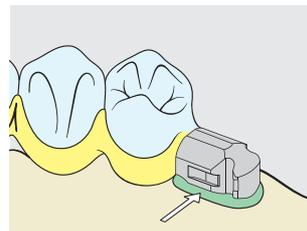

Fig. 6
**Remarque:** Pour éviter un endommagement de la partie fonctionnelle de la partie femelle, il faut mettre en place l'axe de transfert (n° de comm. 07000042) à titre de protection. Les surfaces de collage doivent être soigneusement nettoyées au jet de vapeur et ne doivent plus être touchées. Avant l'intégration de la partie femelle par collage, enduire l'intérieur de la partie femelle d'un peu de vaseline afin de la protéger contre l'irruption de colle (fig. 6). Appliquer l'adhésif en couche fine sur les deux surfaces de collage sans inclure de bulles d'air et réaliser l'assemblage. Veuillez consulter les indications prescrites dans le mode d'emploi fourni par le fabricant de l'adhésif.
Pour renforcer la tenue dans la résine prothétique, nous conseillons de sabler la surface externe à l'aide d'  $Al_2O_3$  de 50  $\mu m$  (protéger les zones fonctionnelles avec l'axe de transfert), de bien nettoyer la surface sablée et de ne plus la toucher. Avant l'intégration dans le corps prothétique, il est conseillé de protéger l'intérieur de cette partie contre une irruption de résine en appliquant de la vaseline. Monter la partie femelle et combler avec de la cire les contre-dépouilles (fig. 6). Procéder au travail de la résine selon les directives techniques usuelles. La gaine de friction utilisée pour réaliser le travail doit être remplacée par une neuve une fois le travail achevé.